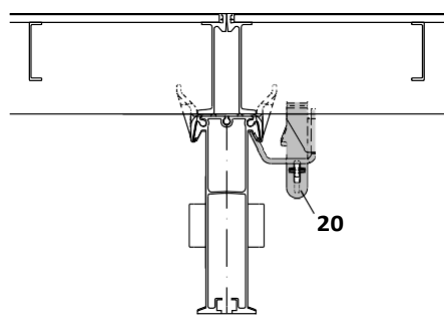
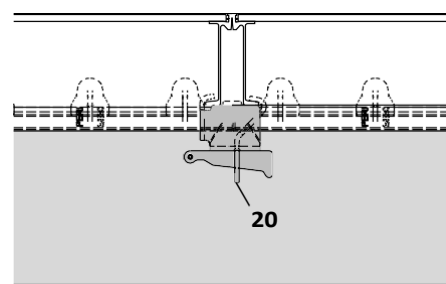

Fig. A4.20
Fig. A4.22
По отношение на плътността на панелните фуги, напр. при сегменти / настройка на подопори, натиснете плътно панелите и закрепете на последния надлъжен трегер с клинова скоба за панели SPKK (20). (Fig. A4.20 – Fig. A4.22)